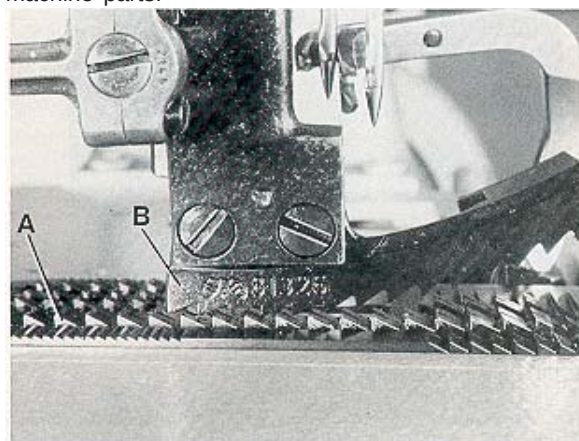
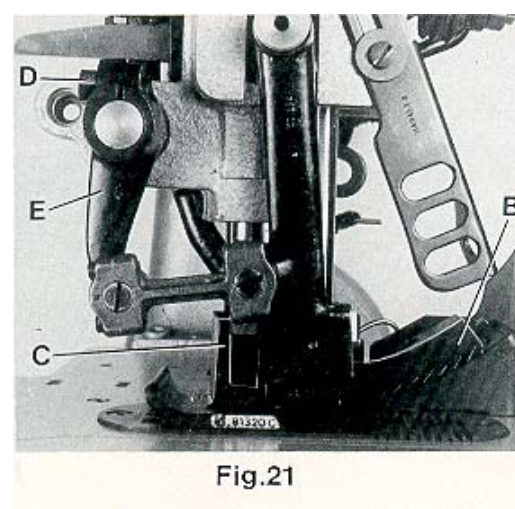

Fig.19
Fig.21
At highest point of feed travel the rear teeth of the feed dog (A, Fig. 19) should just project their full depth above the top surface of throat plate.
Assemble the upper feed dog (B, Fig. 21) and the presser foot (C). The upper feed dog (B) should not push against the front or rear end when moving in the slots of presser foot (C).
Simultaneously the upper feed dog (B, Fig. 19) should be positioned so that the tips of its teeth engage with the tooth spaces of the lower feed dog (A), without contacting it. When the lower feed dog (A) is in its highest and the upper feed dog (B) in its lowest point of travel, there must be a small gap between both feed dogs.
For setting the upper feed dog with respect to the slot ends in the presser foot and the tooth spaces of the lower feed dog, loosen screw (D, Fig. 21) and turn drive lever (E) accordingly to the front or rear. Retighten screw.
En el punto mas alto de movimiento los dientes del alimentador (A, Fig. 19) deberían sobrepasar la plancha de la aguja por la altura completa de la superficie de la plancha de aguja.
Coloque el diente alimentador superior (B, Fig. 21) y el pie prensatelas (C). El diente alimentador superior (B) no debe chocar contra los extremos delantero y trasero durante su movimiento en las ranuras del pie prensatelas (C).
Simultáneamente el alimentador superior (B, Fig. 19) debe ser ajustado de tal manera que la punta de sus dientes coincidan con los espacios entre los dientes del alimentador inferior (A) sin tocarlo. Cuando el alimentador inferior (A) está en su posición mas alta y el alimentador superior (B) en su posición mas baja, todavía debería haber una distancia mínima entre los dos transportadores. Los recorridos de ambos (superior e inferior) tienen que ser sincronizados. Para ajustar el alimentador superior con respecto a los extremos de las ranuras en el pie prensatelas y los espacios entre los dientes del alimentador inferior, hay que soltar el tornillo (D, Fig. 21) y girar la palanca de accionamiento (E) hacia adelante o atrás respectivamente. Apriete de nuevo el tornillo.
The motion should be set so that the rear four teeth of the upper feed dog (B, Fig. 21) remain approx. 1/3 of their height in the presser foot slots when lifting.
En su movimiento de regreso, el alimentador superior debería moverse tan alto que ningún material sea arrastrado hacia la dirección de costura. El movimiento debe ser ajustado de manera tal que los últimos 4 dientes traseros del alimentador superior (B, Fig. 21) mantengan aproximadamente 1/3 de su altura de las ranuras del pie prensatelas cuando se levanta.